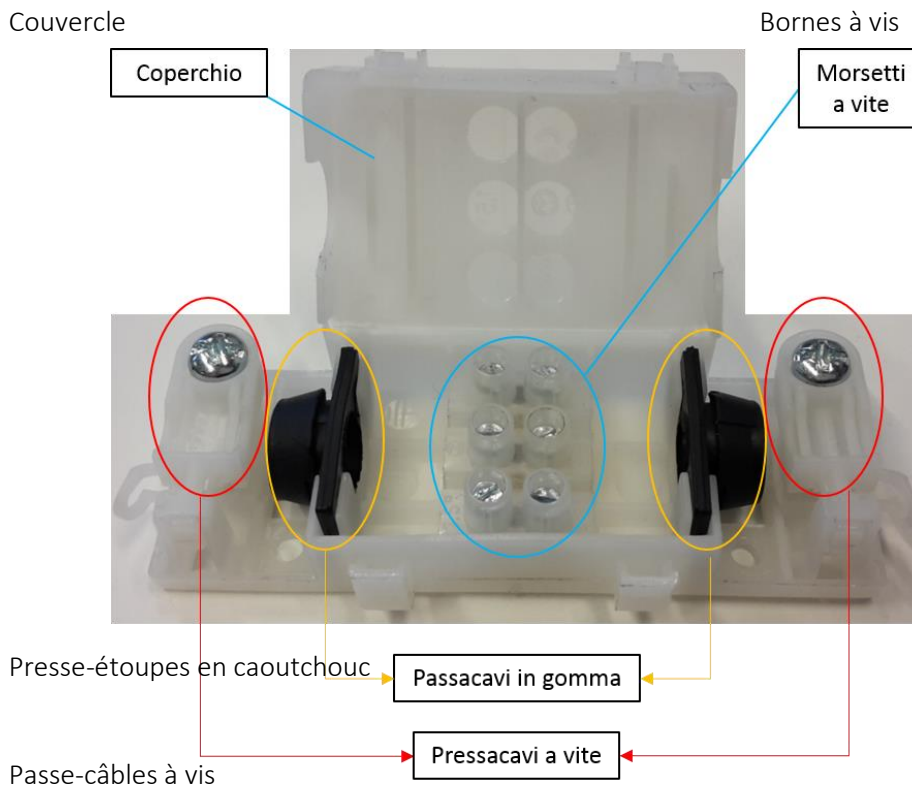

Fig. 41 Bornier pour le branchement des câbles d'alimentation
- E. Enlever les passe-câbles en caoutchouc du bornier (figure 41) : dans un passe-câble, faire passer les câbles d'alimentation provenant du projecteur, et dans l'autre les câbles d'alimentation extérieurs.